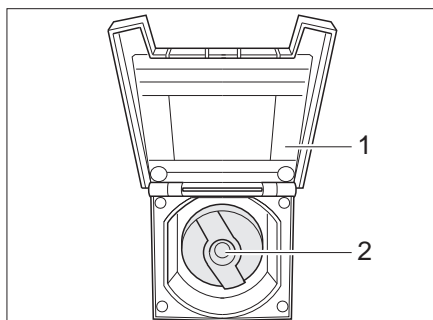

Bild 152 Lock för påfyllningsöppningen för dricksvatten
- Öppna luckan (Bild 152,1) på påfyllningsöppningen för dricksvatten.
- Stick in nyckeln i låscylindern (Bild 152,2) och vrid ett kvarts varv moturs.
- Stäng luckan (Bild 152,1).
- Öppna påfyllningsöppningen för dricksvatten (Bild 152).